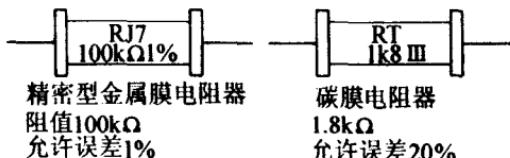

图 1-4 文字符号标志电阻器
(2) 文字符号标志。文字符号标志是指用阿拉伯数字和文字符号两者有规律的组合来表示电阻器的标称阻值，其允许误差也可用文字符号表示(见表 1-3)。符号前面的数字表示整数阻值，后面的数字依次表示第一位小数和第二位小数阻值。例如 2R7 表示 2.7Ω 。文字符号标志电阻器如图 1-4 所示。